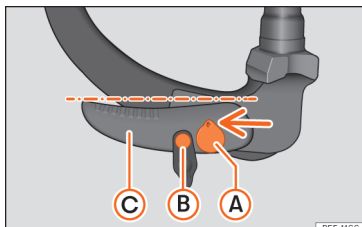

Fig. 178 Posição de reserva: verificação da posição
- A chave »» Fig. 178 ① encontra-se na posição desbloqueada (o orifício da chave está acima).
- Pode mover-se o perno de desbloqueio »» Fig. 178 ②.
- A alavanca »» Fig. 178 ③ encontra-se na posição inferior.